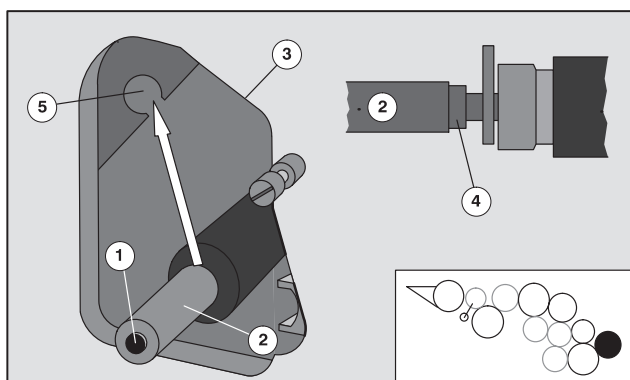

Рис. 24 Монтаж 3-го накатного валика
- 2 Продвиньте накатной валик через отверстие в боковой стенке (Рис. 24/3) до упора на ось.
- 3 Надвиньте втулку ручки (Рис. 24/2) на ось.
- 4 Поверните валик вверх. Вдвиньте более тонкую сторону втулки (Рис. 24/4) в паз планки опоры (Рис. 24/5).
- 5 Вкрутите винт с внутренним шестигранником (Рис. 24/1) и закрепите его.